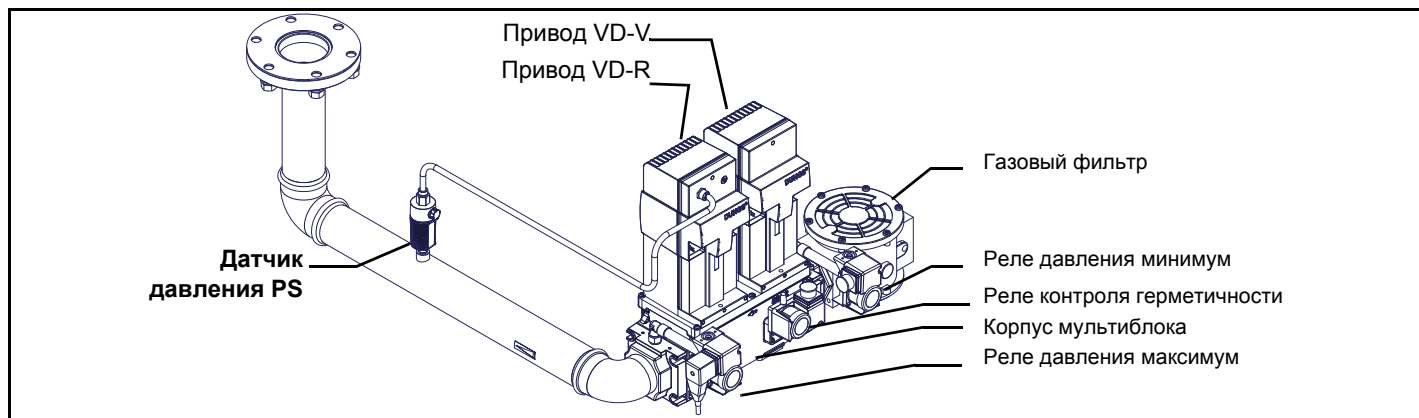

Рис. 5 - Пример газовой рампы
ВНИМАНИЕ: после монтажа газовой рампы согласно схеме на Рис. 5, необходимо провести тестирование на герметичность газового контура, согласно требований действующих нормативов.
- 1 - б) при фланцевых соединениях: между соседними компонентами устанавливать прокладку (1А..1Е - Рис. 5), совместимую с используемым газом,